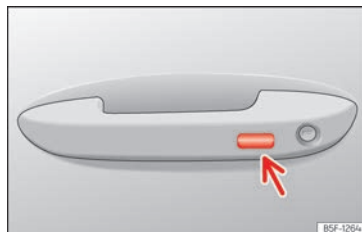

Abb. 88 Türgriff: Sensorfläche.
- **ODER:** mit dem Keyless Access-System (nur Schließen): Finger einige Sekunden auf der Sensorfläche zur Verriegelung >>> (Abb. 88) (Pfeil) im Türgriff halten, um die Fenster und das Schiebedach zu schließen. Sobald Sie die Sensorfläche nicht mehr berühren, wird die Schließfunktion unterbrochen.
Halten Sie einige Sekunden lang einen Finger über die Verriegelungssensorfläche **>>> (Abb. 88)** (Pfeil) am Türgriff, damit das Dach geschlossen wird. Sobald Sie die Sensorfläche nicht mehr berühren, wird die Schließfunktion unterbrochen.